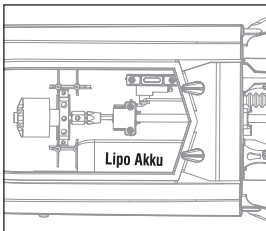

Bild 5
3. Legen Sie den LiPo Akku in den Akkuhalter (Bild 5) und befestigen Sie die ihn mit dem Klettband. (Bild 6)